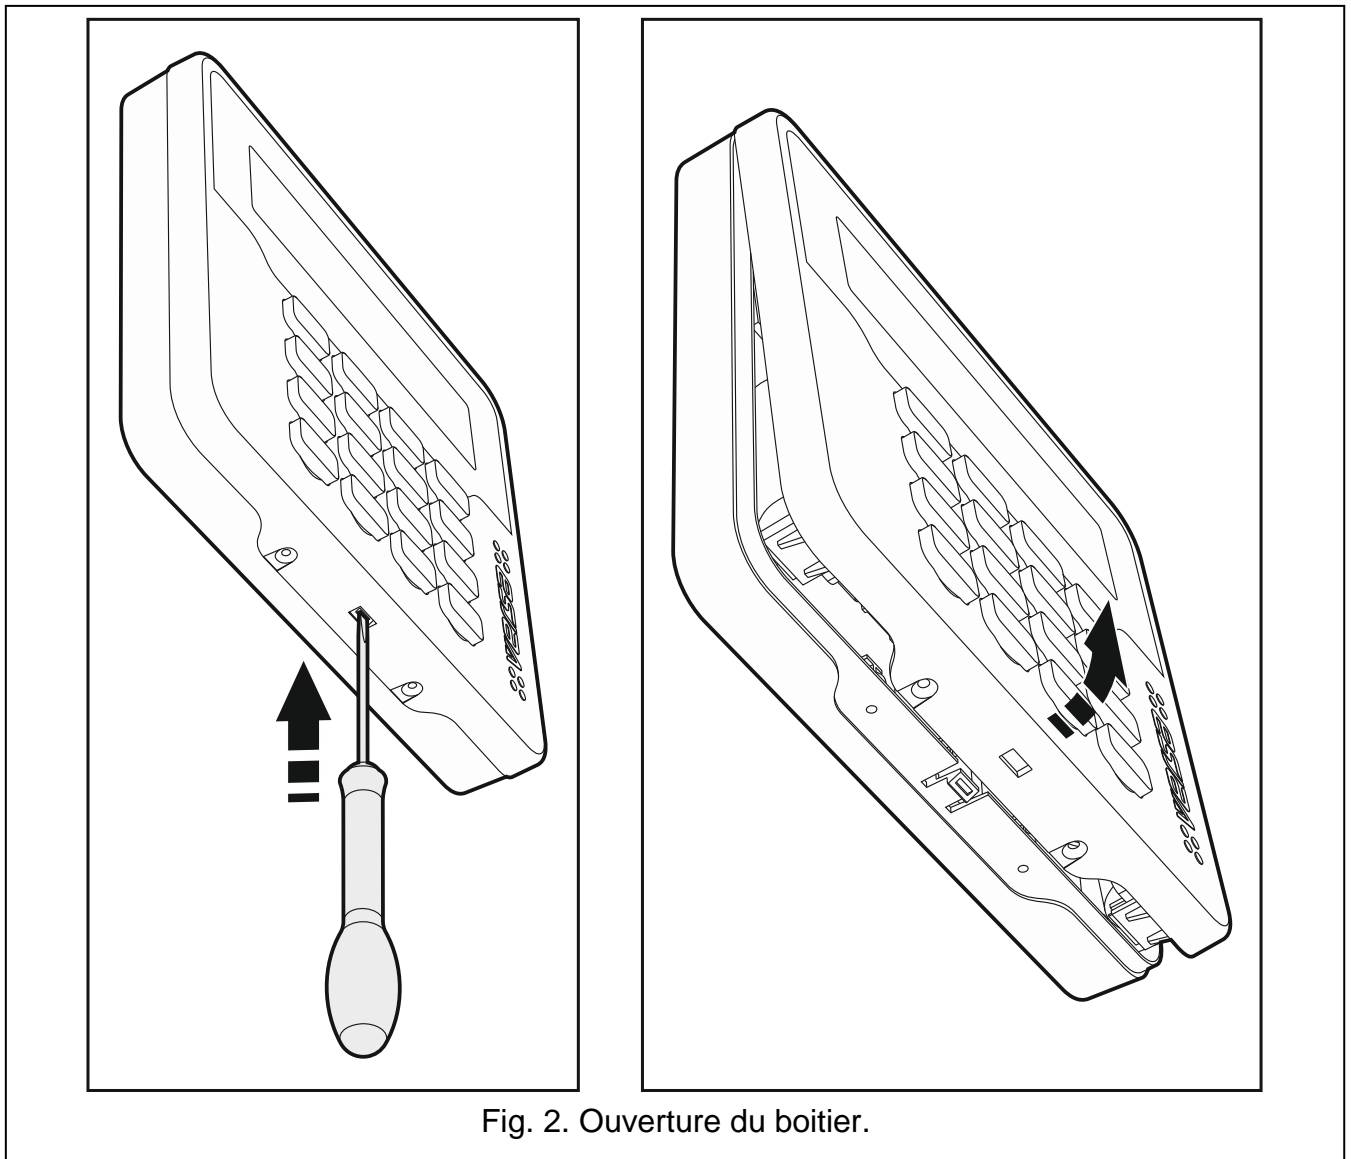

Fig. 2. Ouverture du boîtier.
1. Ouvrez le boîtier du clavier (fig. 2).
6. Ouvrez le boîtier du clavier (fig. 2).